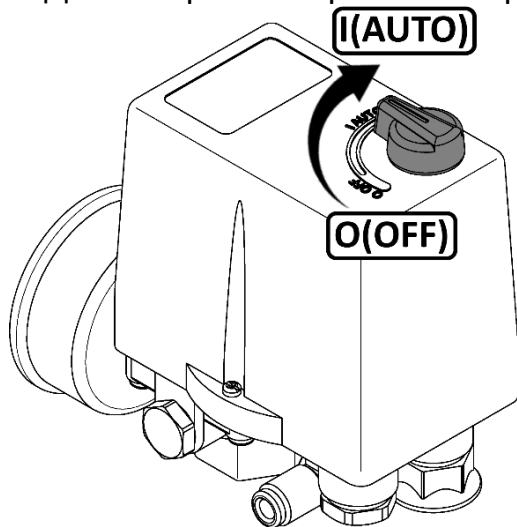

Рисунок 2
- Проверьте, чтобы выключатель на прессостате находился в выключенном положении "OFF" (см. рисунок 2).
- 1 Выключить компрессор выключателем на прессостате. Для этого необходимо переключить выключатель в положение "OFF" (см. рисунок 2). После этого остановится электродвигатель и произойдет сброс давления из нагнетательного воздухопровода и поршневого блока.
Для пуска компрессора после срабатывания защиты выполните следующие действия: после того, как двигатель остынет до допустимой температуры, переключите выключатель на прессостате в положение "OFF" (см. рисунок 2), а затем включите компрессор, переключив выключатель в положение "AUTO".